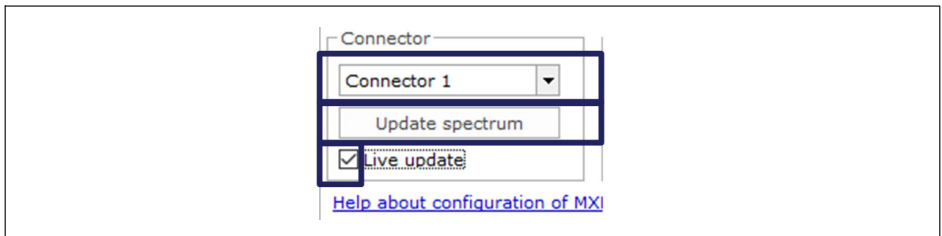

图4.8 更新光谱
- ▶ 在连接器框中更改所选的连接器 (图4.8)。
- ▶ 要更新光纤光谱，请点击 Update spectrum (更新光谱) 按钮 (图4.8)。
- ▶ 如需持续更新，请勾选 Live update (实时更新) 复选框 (图4.8)。